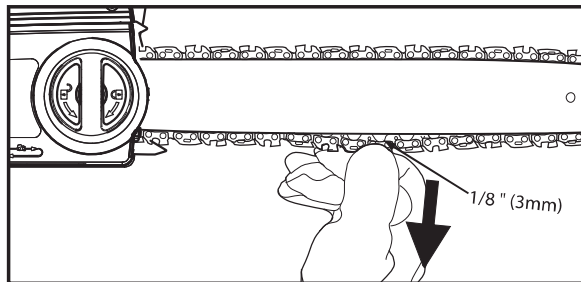

Figura 12 - Revise la tensión de la cadena
1. Revise la tensión de la cadena tirando de la cadena de la sierra, lejos de la barra guía. Una cadena correctamente tensionada debe tener aproximadamente 1/8 de pulgada (3 mm) de distancia entre sí misma y la guía de la barra (Figura 12).